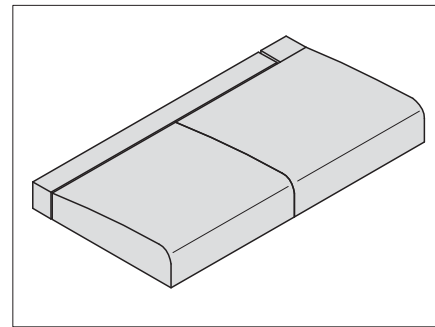
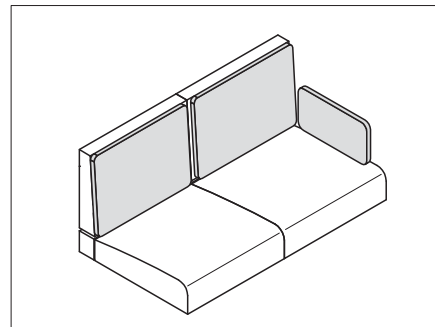

Bild 191 Sitzauflagen positionieren
Bild 193 Polster für Rückenauflagen
- Sitz-, Rücken- und Zusatzpolster wie in Bild 191 bis Bild 193 gezeigt auflegen.